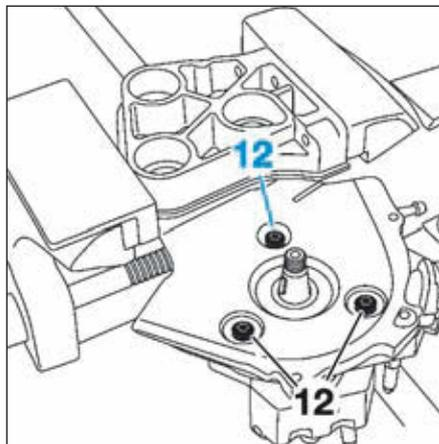

FIG.33
- Déposer les vis de fixation de la pompe (12) et la dégager de son support (Fig.33).